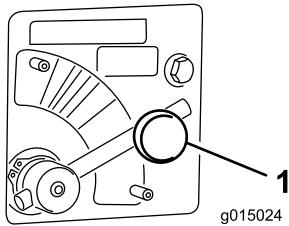

Figure 33
1. Desserrez le bouton de fixation du levier de vanne du Twin Spinner (Figure 33).
2. Tournez le levier de vanne du Twin Spinner sur la couleur voulue (Figure 33).
Amenez le levier de vanne de Twin Spinner sur la partie **BLEUE** (VITESSE MAX) (Figure 33). Le levier à fond doit être horizontal lorsqu'il est tourné à fond dans le sens horaire.